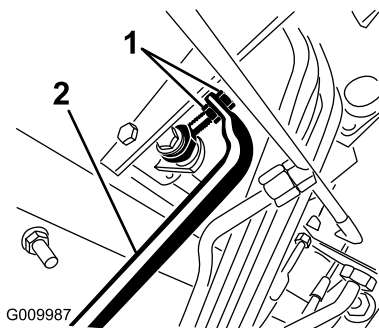

Figura 73
4. Regolate i controdadi dal lato asta della pompa per muovere in avanti il tubo di controllo della pompa ed eliminare lo spostamento in avanti, o per muoverlo indietro ed eliminare lo spostamento indietro (Figura 73).